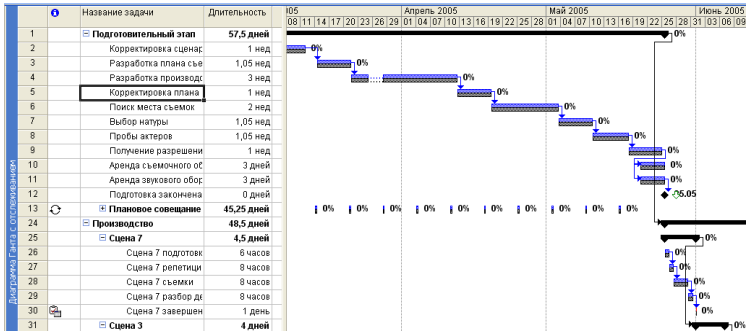

Рис. 164. Навчальний план проекту
16.1.5. *Сервис/Отслеживание: Сохранить базовый план/Сохранить базовый план: Для всего проекта/ОК* (рис. 164):